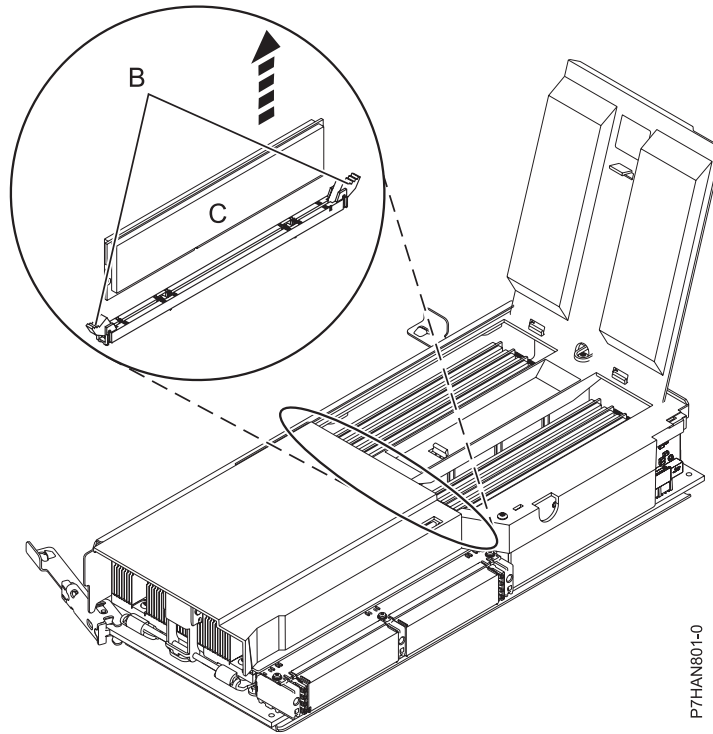

Figure 5. Retrait d'un module de mémoire
11. Débloquez le module de mémoire en écartant les taquets de verrouillage (**B**) puis en les abaissant, comme indiqué sur la figure 5, à la page 8. Soulevez le module de mémoire (**C**) pour le sortir du connecteur. La pression exercée sur les taquets force le module à sortir du connecteur.